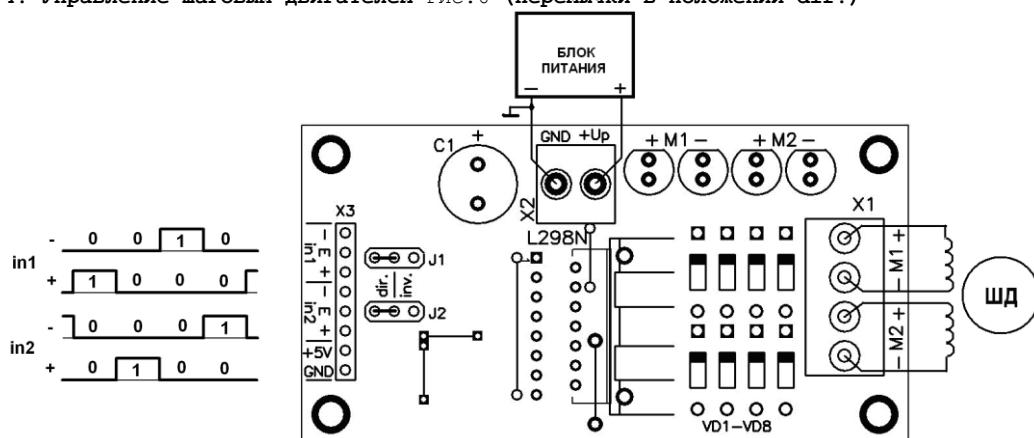

Рис.6
4. Управление шаговым двигателем Рис.6 (перемычки в положении dir.)